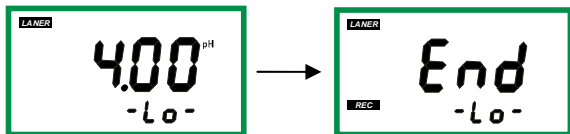

图 7-10
2、按▲键或▼键将数值调至控制所需的数值，然后按 OK 键确认，仪表显示低点控制调节结束。显示如图 7-10 所示：